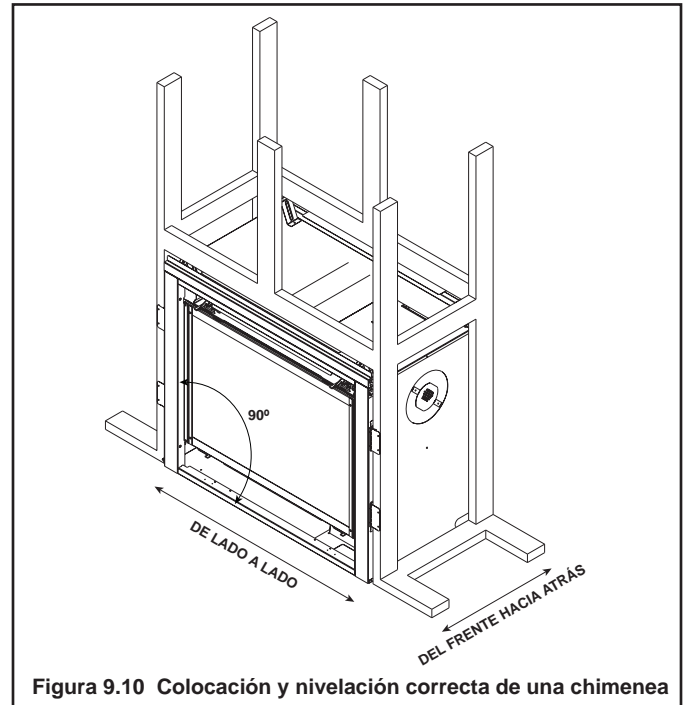

Figura 9.10 Colocación y nivelación correcta de una chimenea
7. Utilice una escuadra para cuadrar los lados de la chimenea con la parte inferior de la misma como se muestra en la Figura 9.10.